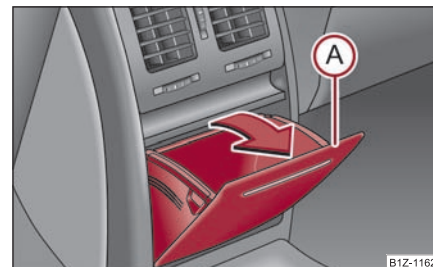

Fig. 130 Consola centrală spate: Compartimentul de depozitare
- Deschideți compartimentul trăgând de marginea de jos **(A)** în sensul săgeții ⇒ fig. 130.